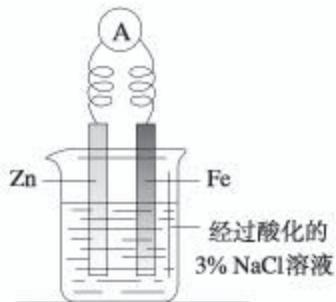

图 4-26 牺牲阳极法实验 (1)
(1) 以 Fe 作保护电极, Zn 作辅助电极, 以经过酸化的 3% NaCl 溶液作电解质溶液, 按图 4-26 所示连接装置。观察电流表指针的变化, 以及烧杯中两个电极附近发生的现象。过一段时间, 用胶头滴管从 Fe 电极区域取少量溶液于试管中, 再向试管中滴入 2 滴 $K_3[Fe(CN)_6]$ (铁氰化钾) 溶液, 观察试管中溶液颜色的变化。